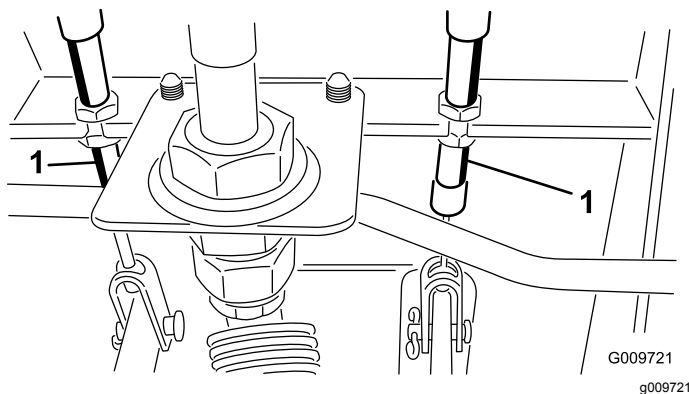

Figure 111
- A. Desserrez l'écrou avant sur l'extrémité filetée du câble de frein (Figure 111).